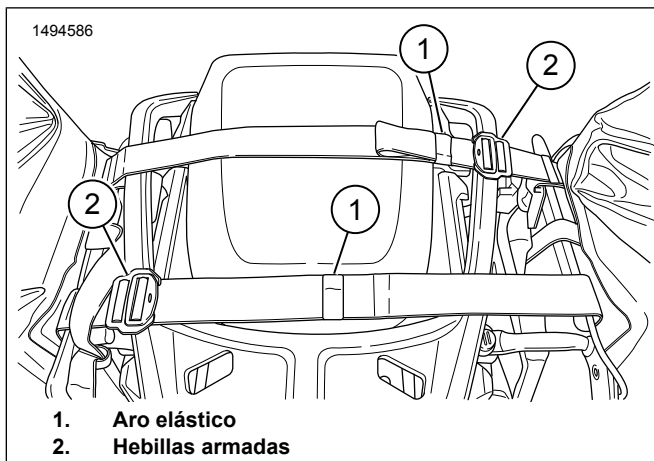

Figura 3. Correas en el asiento trasero
4. Figura 3 Instale las alforjas en el vehículo con correas conectadas sobre el asiento trasero.
6. Figura 3 Coloque las correas sobrantes en aros elásticos (1).